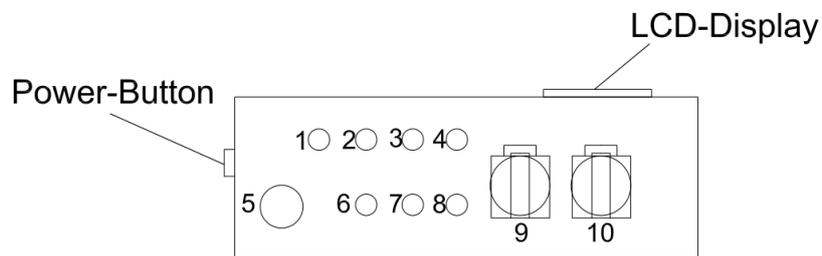

Abbildung 15: Anschlüsse auf der Unterseite der Steuereinheit
- Störmeldekabel durch vorhandene freie Kabelverschraubung an Unterseite des Steuergehäuses in das Steuergehäuse hineinziehen (siehe hierzu Abbildung 15).
Die Einbindung eines externen Alarmsignals (24 VDC) an die Steuereinheit ist möglich. Der Anschluss muss über einen potentialfreien Ausgang des externen Gerätes erfolgen. Der Störmeldeeingang der Steuereinheit (Vgl. Abbildung 15) ist serienmäßig mit einem Öffnerkontakt belegt (tragbruchsicher). Die Störmeldung bleibt solange geöffnet (aktiv), bis die externe Störmeldung manuell deaktiviert wurde.